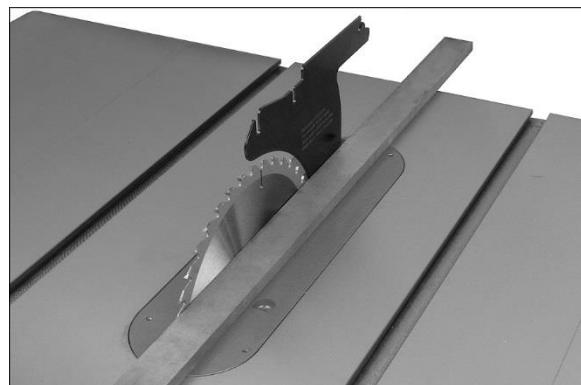

Рисунок 8-7
- Поместите линейку на стол так, чтобы она опиралась на пильный диск и расклинивающий нож. См. Рисунок 8-7. Поверните пильный диск так, чтобы верхняя часть зуба диска коснулась линейки.